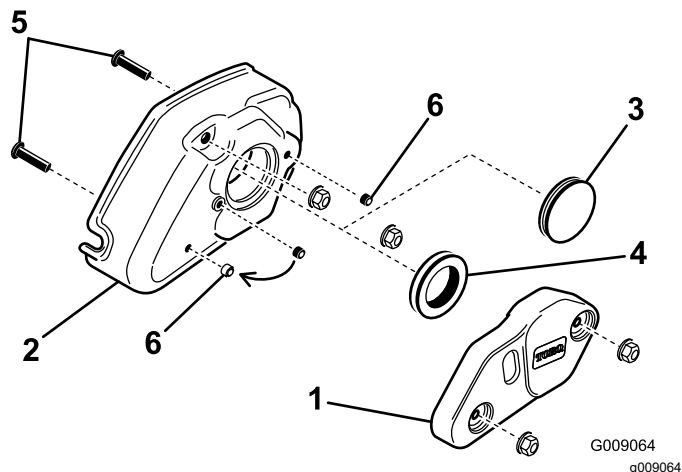

図 21
2. グルーマのウェイトをグルーマカバーに固定している 5/16 in フランジナット2個を外してウェイトを取り外す 図 21。
3. カバーについているむくのハトメを取り外してゴム製のグロメットリングに交換する 図 21。
4. カバーにねじ込んである 5/16 x 1-1/4 ねじ2本を取り外す 図 21。
5. グルーマカバーのセンター穴から固定ねじを取り外す 図 21。